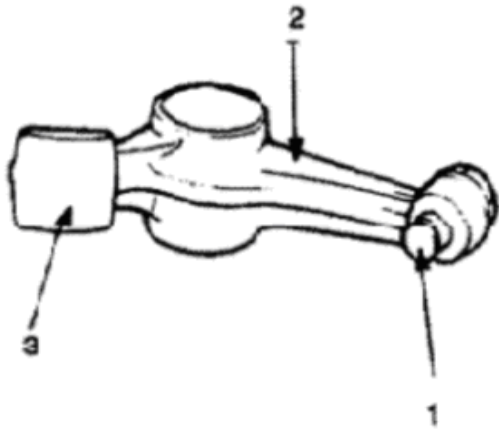

图 3-46 检查摇臂和
1、检视摇臂和调整螺钉的磨损。如图 3-46 所示。调整螺钉的端头 1 如磨损严重，应更换调整螺钉。摇臂与凸轮的接触面 3 如磨损严重或调整螺钉螺纹孔损坏，则应更换摇臂。